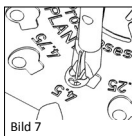
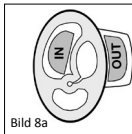

Bild 7
Bild 8a
■ **Bild 7/8** För slutning av huvudplattan måste titan-slutningstången (REF 8000 137) användas! Med förslutningstången (REF 8000 137) rätas bygeln ut inuti proteshuvudplattan, varvid huvudplattan fixeras vid protesens skaft. Därvid ska man se till att förslutningstångens rätta skänkel-sida ligger an mot motsvarande position på protesens huvudplatta. "INSIDE" för huvudplattans innersida och "OUTSIDE" för huvudplattans ytersida (Bild 8a, 8b).